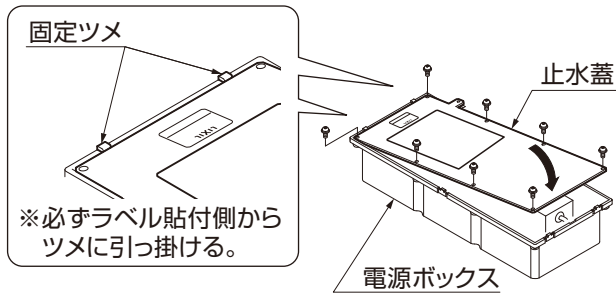

図6-7
②止水蓋は図6-7のようにラベル貼付側の固定ツメに引っ掛けてから、パチンと音がするまでしっかりとボックスにはめ込んでください。
③最後に、ネジ(8カ所)でしっかりと締め込んでください。